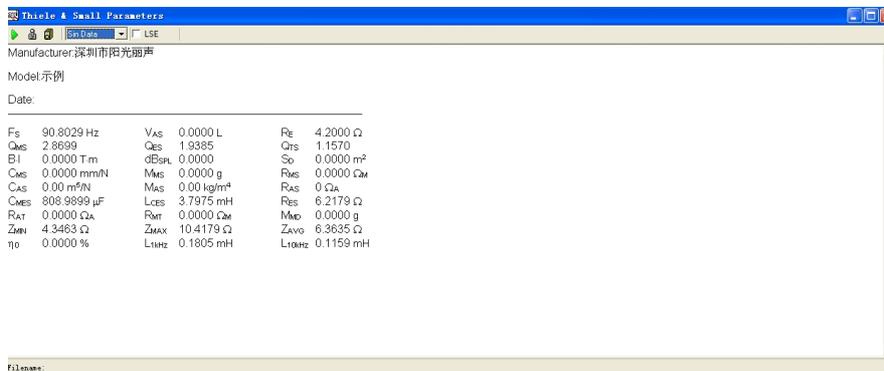

图11-15
11.4.5 在计算单体参数时, 还需要输入如贵公司名、产品型号、喇叭的直流阻抗等参数如图11-14 T&S 参数输入对话框, 依次输入点OK 按钮即计算出电参数部分, 结果如图11-15 。
※ 图11-15 T&S 参数输入对话框的功能框注解如下：